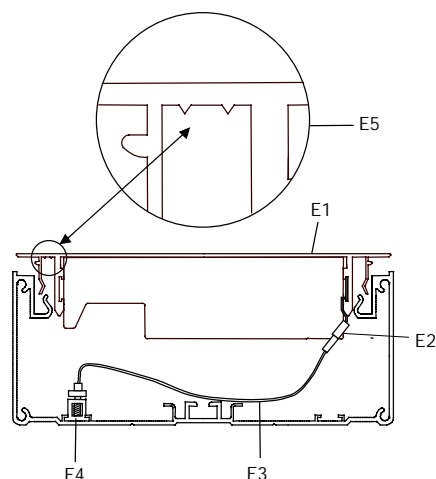

Bild 5: Einsetzen der Module
- Alle Abdeckungen und Module werden mit ihrer Aufsatzmarkierung linksseitig eingebaut (vgl. Bild 5).
Nach der Verdrahtung werden die Module in das vormontierte Kanalunterteil eingesetzt und durch gleichmäßigen Druck auf die Verschlusskonturen zum Einrasten gebracht. Beim Einsetzen ist zu beachten, daß sich die rückseitige Aufsetzmarkierung (Doppellinie, E5) auf der linken Seite des Kanals befindet (Bild 5).